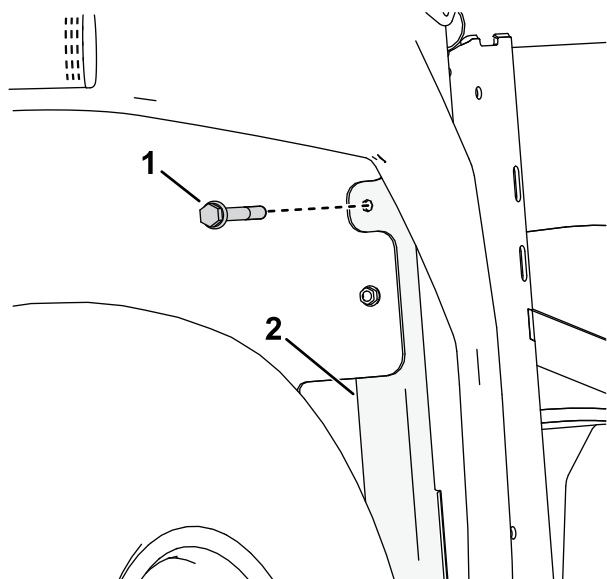

Figura 10
5. Insira o parafuso do dormente (5/16 x 2 1/2 pol.) através do orifício perfurado, na parte frontal do tubo da estrutura (Figura 10).